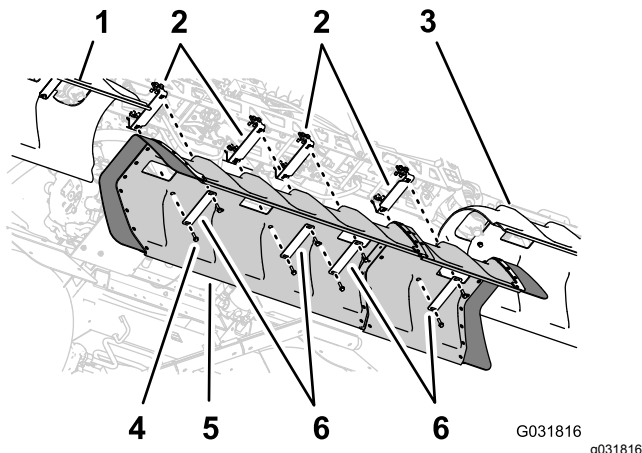

Рисунок 151
- Совместите отверстия в кожухе средней секции с отверстиями в опорных кронштейнах для кожуха средней секции (Рисунок 151).
- Совместите отверстия в двух хомутах кожуха, снятых при выполнении пункта 1 раздела 6 **Демонтаж кожуха средней секции (с 11 соплами) дополнительного комплекта закрытой стрелы (страница 19)**, со шлангом в кожухе и двумя опорными кронштейнами (Рисунок 151).
- Совместите отверстия в 2 хомутах кожуха (номер 120-0629 по каталогу Toro) с 4 оставшимися отверстиями в кожухе и 4 оставшимися отверстиями в опорных кронштейнах (Рисунок 151).
- Установите хомуты кожуха и кожух на опорные кронштейны (Рисунок 151) при помощи 4 болтов с фланцевыми головками